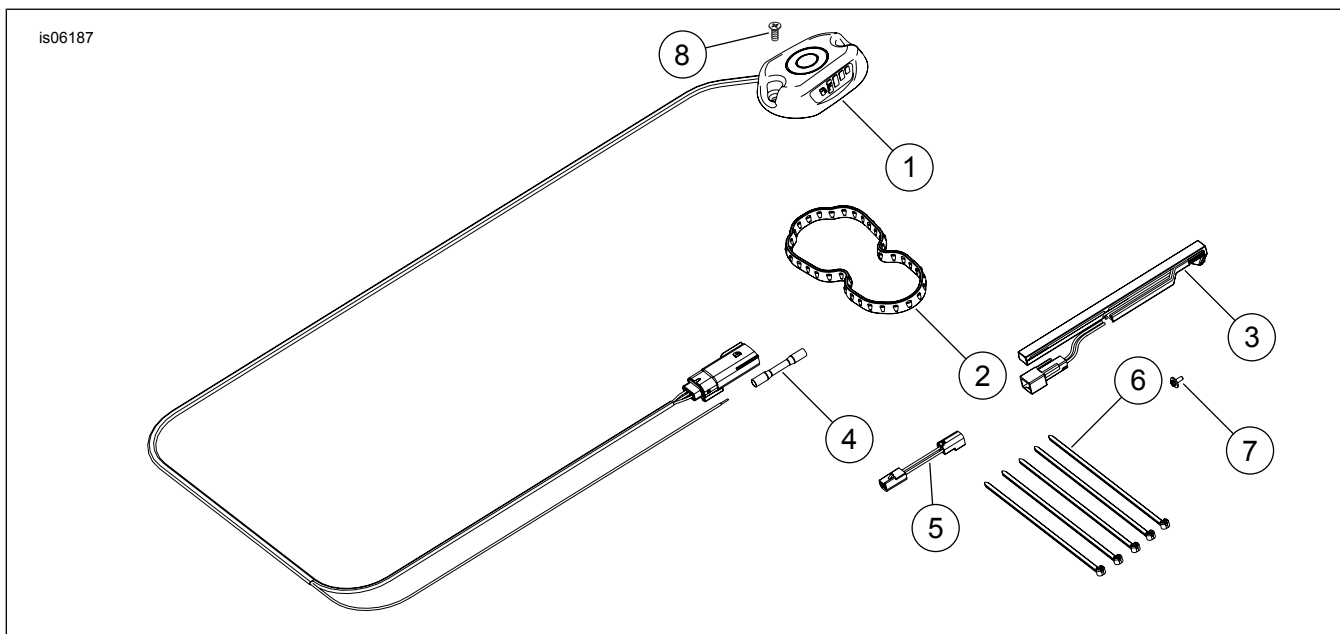

Figura 4. Piese de service pentru indicatorul de combustibil Sportster
Consultați Figura 4 și Tabelul 1.
- a. Instalați senzorul de combustibil în modulul pompei de combustibil orientat așa cum se arată și așezați baza în orificiul de montare (4) al pompei de combustibil.
- d. Fixați senzorul de nivel al combustibilului la pompa de combustibil cu șurubul (3). Strângeți șurubul suficient pentru a fixa senzorul de combustibil pe urechea de montare.
- e. Dirijați cablurile senzorului de nivel al combustibilului sub furtunul de combustibil și conectați senzorul de nivel al combustibilului la conectorul comutatorului de combustibil redus de pe modulul pompei de combustibil. Dacă este necesar, utilizați cablajul jumperului (Figura 4 , punctul 5).
5. Consultați Figura 4 . Direcționați cablajul indicatorului de combustibil de-a lungul ghidonului urmând cablarea semnalizatorului de viraj, în jos, până la cablajul principal. Apoi, direcționați-l în interiorul suportului bobinei și a cutiei cablajului principal, înapoi de-a lungul coloanei, spre zona de așezare a șeii.
8. Fixați cablajul indicatorului de combustibil și firul portocaliu la cablajul principal cu curelele de cablu (6). Bobinați și fixați excesul de cablaj și lungime a firului.